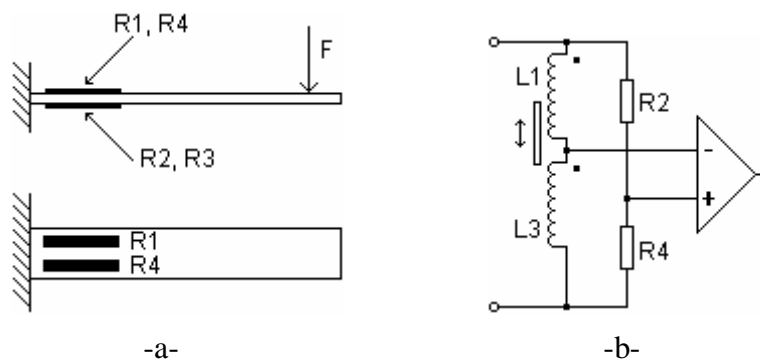

Figura 4.2: Montarea punții de patru mărci și conectarea senzorului inductiv
2. Două mărci, conectate în brațe alăturate, care variază în sensuri opuse (R_1 și R_2 din figura 4.2).
3. Două mărci, conectate în brațe opuse, care variază în același sens (R_1 și R_4 din figura 4.2). Aproximativ:
4. Patru mărci (atenție la sensul de variație, figura 4.2). Exact: